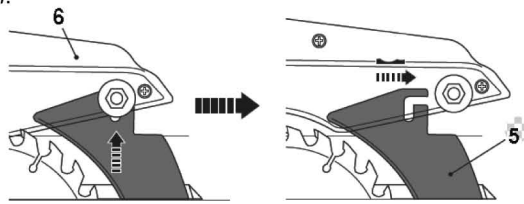

Fig.16
- > Tire de la protección de la hoja de sierra (6) totalmente hacia arriba y después, presione la protección de la hoja de sierra hacia fuera para desacoplarla de la quilla (5) (Fig. 16).